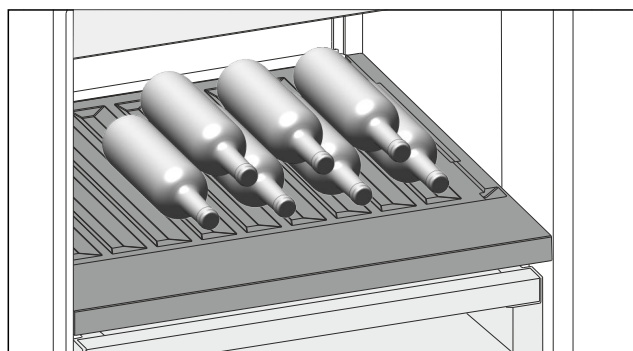

Fig. 130 Beispielhafte Darstellung
- Flaschen mit dem Boden nach hinten zur Rückwand einlegen. (siehe Fig. 130)